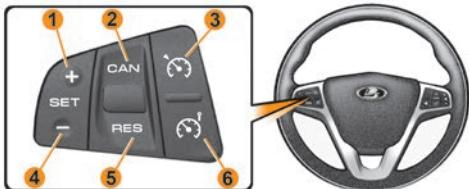

Рис. 1. Блок управления «круиз-контроль» и «ограничитель скорости»
- выключатель «» – включение/выключение круиз-контроля (рис. 1, поз. 3);
- выключатель «» – включение/выключение ограничителя скорости (рис. 1, поз. 6);
- выключатель «**SET+** / **SET-**» – установка и увеличение скорости 1 и 4 (рис. 1);